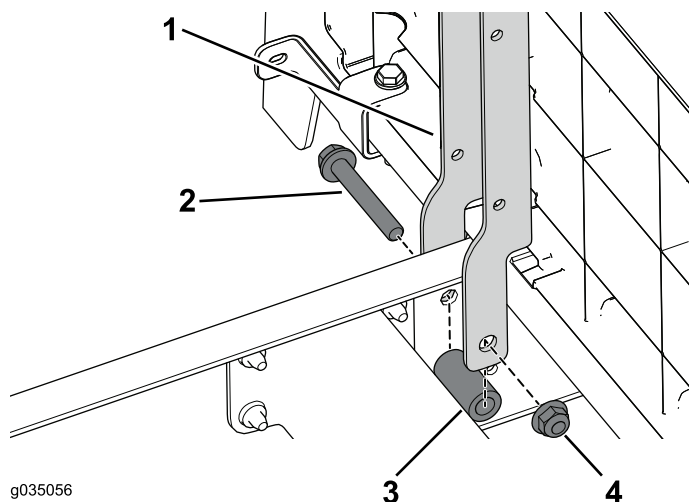

Figure 37
1. Fixez les supports de siège sur la section avant de la machine à l'aide des 2 boulons (3/8" x 2½"), entretoises et écrous à embase (Figure 37).